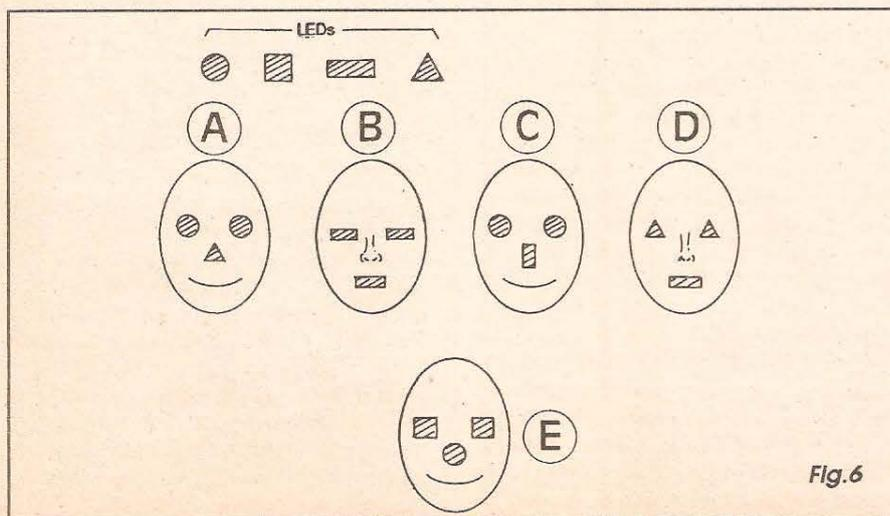

Fig.6
- FIG. 6 - AS DIVERSAS POSSIBILIDADES PARA AS FEIÇÕES DO GNOMO... - Dentro da idéia inicialmente proposta, que é a de acrescentar efeitos luminosos dinâmicos (automaticamente disparados pela escuridão...) ao *rosto* de um *gnomo* ou qualquer outro boneco/personagem (embora outras possibilidades se apresentem, conforme mencionamos...), é interessante lembrar que existem vários formatos disponíveis para os LEDs (além de várias cores básicas...), com o que alguns pequenos truques elementares de desenho permitirão compor *feições* diferentes para o *GNNO*, marcando-lhe a cara com expressões de diversas *índoles*...! O diagrama mostra, inicialmente, os quatro formatos básicos dos LEDs: redondo, quadrado, retangular e triangular, com os quais, nas mais diversas combinações, é possível fazer uma cara *alegre e safada* (A), uma expressão *fria e determinada* (B), uma cara meio de *bobão* (C), um rosto rígido de *robô* (D) ou a cara *alegre/triste* de